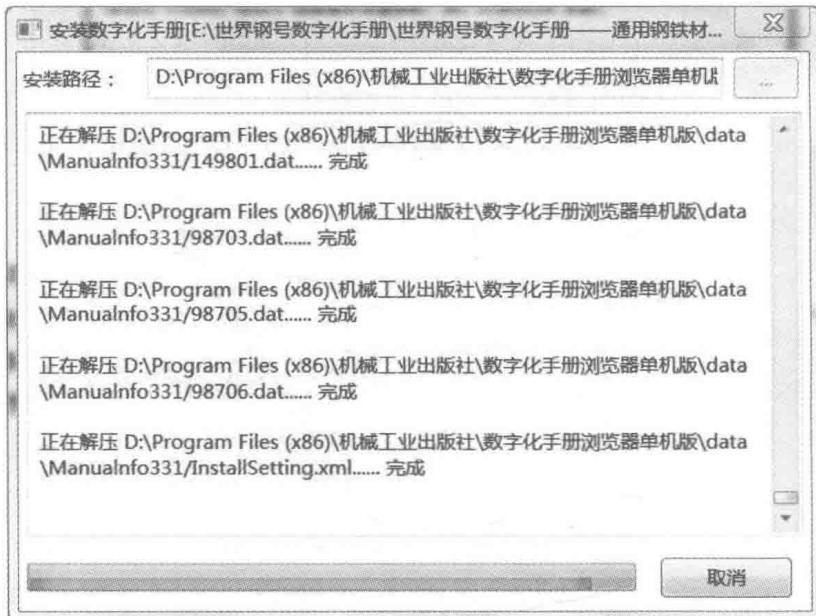

图 1-9 安装数字化手册
8) 数字化手册浏览器安装完成后，开始安装数字化手册（见图 1-9），显示数字化手册的安装路径，并验证安装包，将数字化手册解压到指定目录。